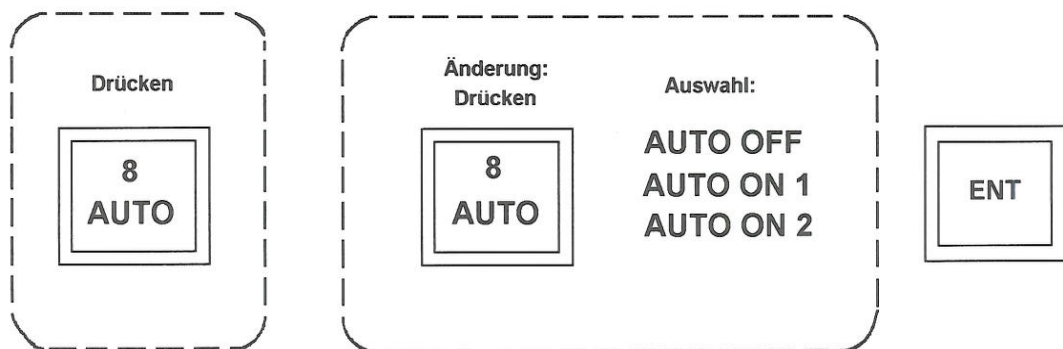

Bild 43
- Einen „Preset“-Kanal gem. 2.1.3.5(2) einstellen.
- Die „Selektivruf“-Adressen gem. 2.1.3.5(4) eingeben.
- Die Frequenzen in das/die Frequenzbündel gem. 2.1.3.5(14) eingeben.
- 1) Den „Automatischen Verbindungsaufbau“ mit Frequenzbündel „1“ wie folgt einstellen (Bild 43):
- 2) Den „Automatischen Verbindungsaufbau“ mit Frequenzbündel „2“ wie folgt einstellen (Bild 43):
- 3) Den „Automatischen Verbindungsaufbau“ wie folgt ausschalten (Bild 43):